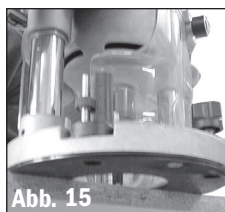

Abb. 15
3. Spannen Sie den Fräser ein und stellen Sie die Schnittiefe solange nach, bis die Fräerspizze die entsprechende Nulllinie berührt, z.B. die Grundplatte des Rauters oder die Arbeitsfläche der Rauterbank. **Abb. 15**